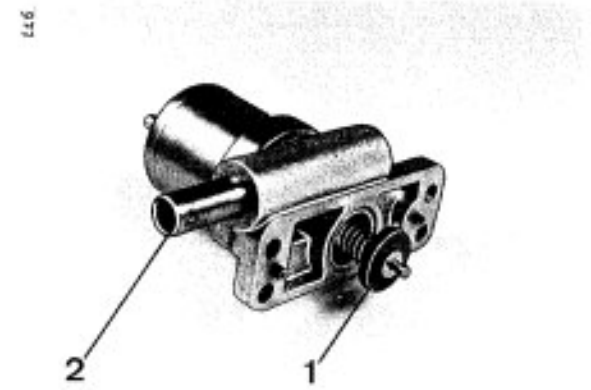

Bild 28
11. ELEKTRISCHES SCHWIMMERKAMMER-UMSCHALT-BELÜFTUNGSVENTIL (Bild 28)